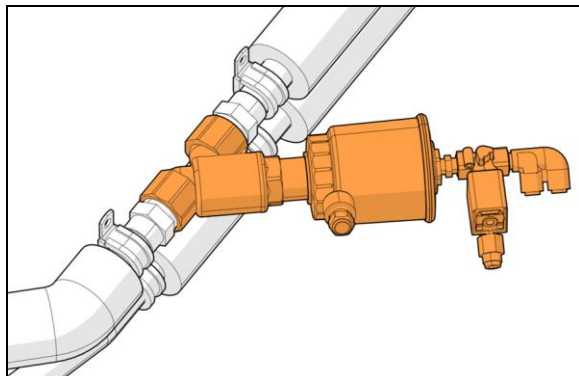

FIGURE 87 : SOUPE PNEUMATIQUE DE DÉBIT D'EAU CHAUDE DE L'UNITÉ DU CONDUCTEUR
Le débit d'eau chaude vers le radiateur de chauffage de l'unité du conducteur est contrôlé par une soupape pneumatique normalement ouverte. La soupape est située au plafond du compartiment de la roue de secours (Figure 87), est conçue de façon à ce que l'électrovanne pilote, qui fait partie de l'ensemble, ouvre et ferme un port qui dirige la pression d'air vers le boîtier de l'actionneur, ouvrant ou fermant ainsi la soupape.
2. Repérer la soupape pneumatique de débit d'eau chaude normalement ouverte sur le plafond du compartiment de la roue de secours (Figure 87), débrancher le connecteur, puis connecter une source d'alimentation externe de 24 V avec des câbles d'appoint pour fermer la soupape.